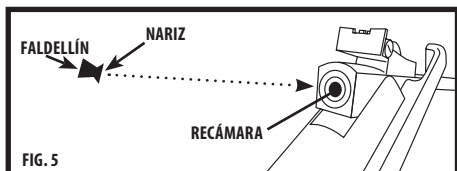

FIG. 6
2. Devuelva el cañón a su posición original empujándolo hacia arriba hasta que bloquee. (Fig. 6).